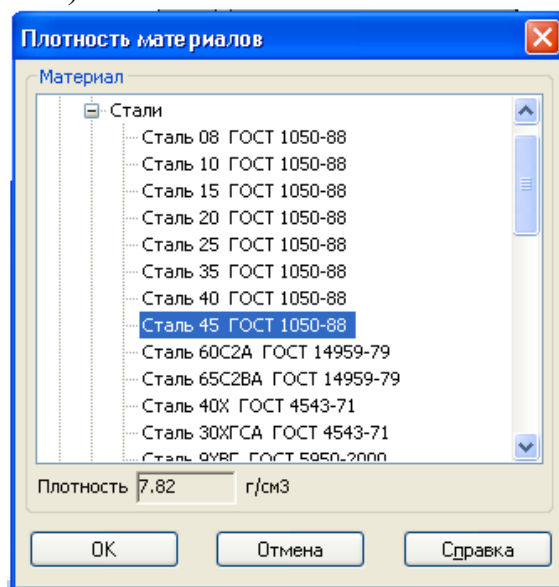

Рис. 14.
16. В окне *Плотность* материалов раскройте "ветвь" *Стали* и укажите марку материала (рис. 14).